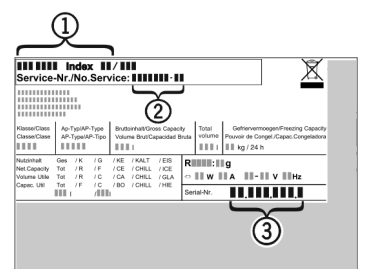

Fig. 3
- ▶ Leggere la denominazione dell'apparecchio Fig. 3 (1), il n° assistenza Fig. 3 (2) e il n° di serie Fig. 3 (3) sulla targhetta identificativa. La targhetta identificativa è situata all'interno dell'apparecchio, sul lato sinistro.
- ▶ Informare il servizio di assistenza e comunicare il difetto, la denominazione dell'apparecchio *Fig. 3 (1)*, il n° assistenza *Fig. 3 (2)* e il n° di serie *Fig. 3 (3)*.